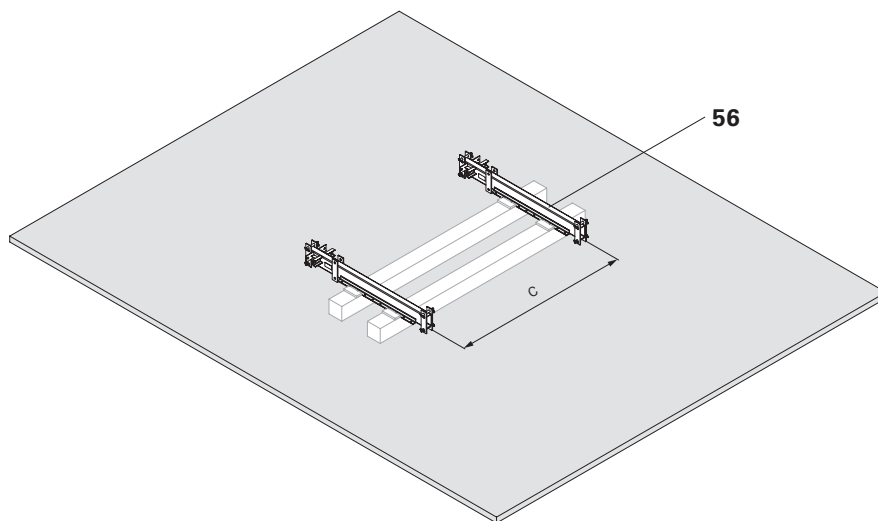

Fig. B10.06
1. Appoggiare il corrente verticale piattaforma finale ACS-G (**56**) sui travetti squadri mantenendo la distanza mensola (Fig. B10.06)